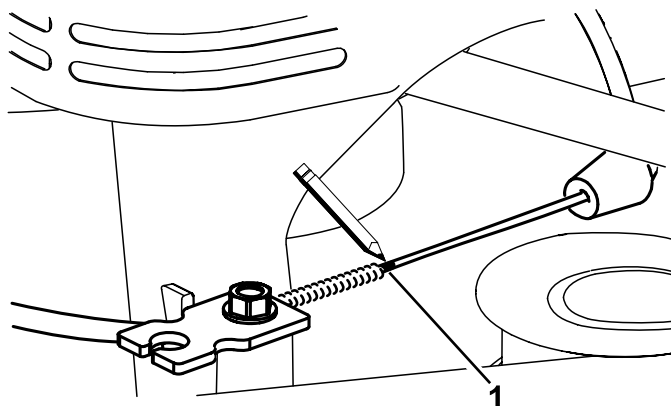
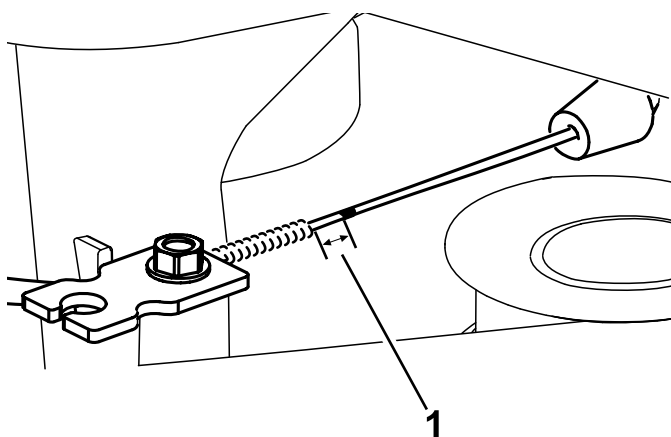

Figura 47
Figura 48
7. Marque el cable de freno (Figura 47), luego ajuste la cubierta hasta que quede aproximadamente 3 mm (1/8") de holgura (Figura 48).